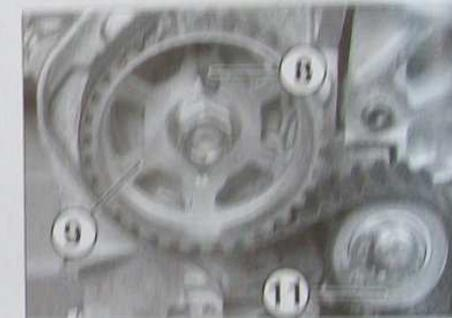

FIG. 12
- 15. Introduire la pignone (Ø 5 mm) (8) dans la roue dentée de la pompe haute pression (9) (outil réf. (-) 9194.A) (Fig. 12).